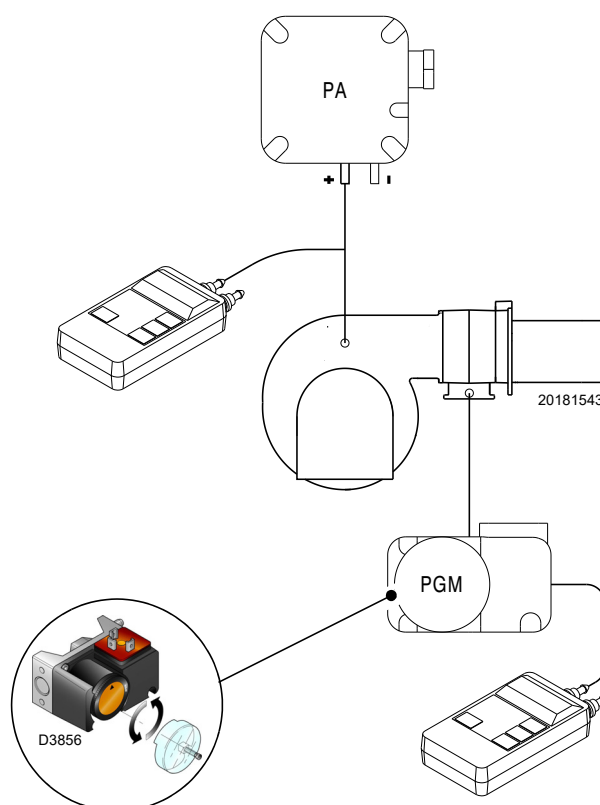

Abb. 33
- Regeln Sie den Maximal-Gasdruckwächter (Abb. 33 auf Seite 37) auf das Skalenende.
Die Einstellung des Maximal-Gasdruckwächters ausführen (Abb. 33), nachdem alle anderen Einstellungen des Brenners bei auf das Skalenende eingestellten Maximal-Gasdruckwächter vorgenommen wurden.